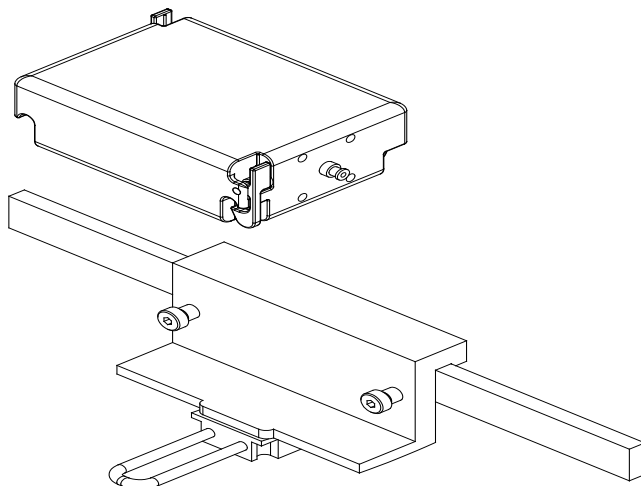

Figura 3. Instalação do hardware de montagem do conjunto de motor
- Anexe o conjunto do motor e o hardware de montagem à extremidade da mesa do paciente, conforme ilustrado na **Figura 3**.